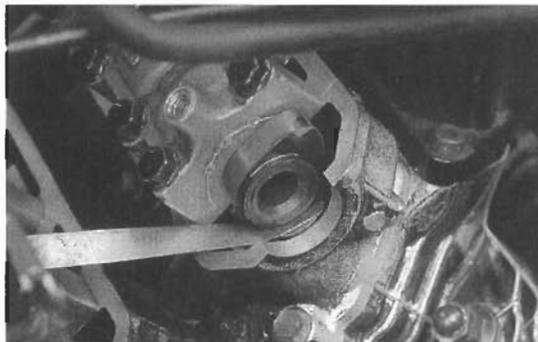

Bild 22
● Steuerkettenspanner ausbauen (zuerst Verschlusschraube ②, dann Schrauben ① Bild 22 ausdrehen).
● Spannergehäuse mit neuer Dichtung am Zylinderblock anbringen (UP-Markierung weist nach oben; Schrauben ① Bild 22 10 Nm).
● Beide Federn einsetzen und Verschlusschraube ① Bild 22 mit so gut wie neuer Dichtscheibe eindrehen (20 Nm).
● Nockenwellen-Lagerdeckel «E-3» und «I-3» sowie obere Kettenführung ① Bild 22 anbringen (10 Nm). Starre Steuerketten-Führungsschiene einschieben.